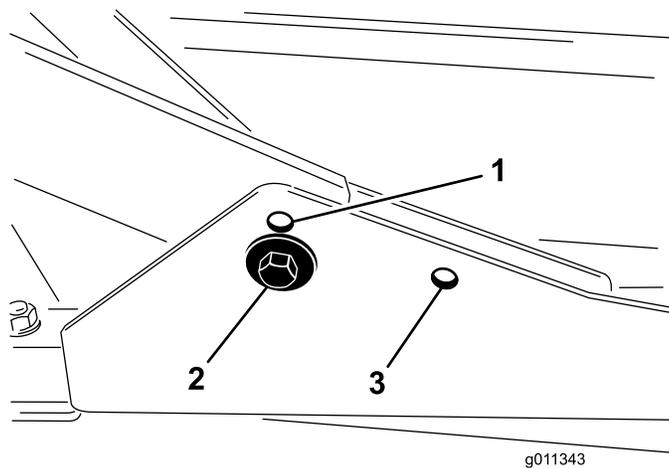

Figura 15
1. Para alturas de corte na gama de 2 a 7,6 cm, monte as estruturas de suporte frontais nos furos de montagem frontais inferiores (Figura 15).
2. Para alturas de corte na gama de 6,3 a 10 cm, monte as estruturas de suporte frontais nos furos de montagem frontais superiores (Figura 15).
Para todas as alturas de corte, monte a plataforma de corte traseira nos furos de montagem traseiros (Figura 15).